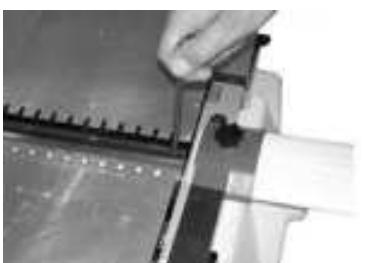

Рис.12
13.2. Ослабьте винты крепления прижимной пластины вращением их по часовой стрелке ключом. Аккуратно извлеките прижимную пластину вместе с ножом из гнезда строгального вала. Очистите прижимные пластины, гнезда прижимных пластин и строгальные ножи от опилок и пыли. Осмотрите строгальные ножи, прижимные пластины и винты. При наличии повреждений детали следует заменить. Ножи и прижимные пластины аккуратно установите в пазы строгального вала, вращая винты крепления прижимной пластины против часовой стрелки, Рис.12, 13.
13.3. Отрегулируйте положение режущей кромки строгальных ножей относительно плоскости приемного стола. Установите строгальный нож режущей кромкой в плоскости приемного стола, но не выше 0.1 мм. Положение надёжно закрепите винтами прижимной пластины, начиная от середины строгального ножа, Рис.12, 13.